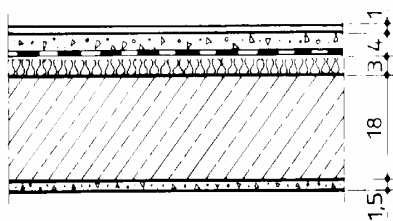

Bild 3.72 Geschoßdecke (Maße in cm)
- Die Geschoßdecke in Bild 3.72 hat den Aufbau Teppichboden, Zementestrich, Faserdämmstoffplatten, Stahlbeton B 25 und Gipskalkputz. Wie viel kN/m² beträgt die Gewichtskraft je m² Decke, wenn noch eine Verkehrslast von 1,5 kN/m² hinzukommt?